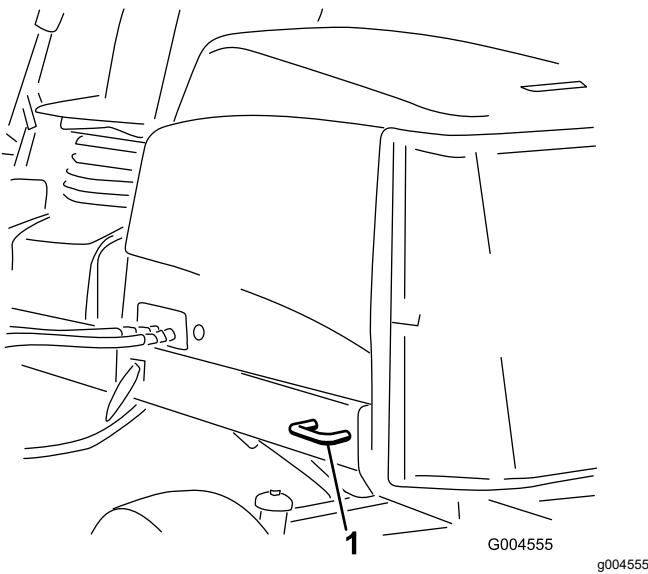

Рисунок 70
- В задней части – используйте каждую сторону машины на задней раме (Рисунок 70)